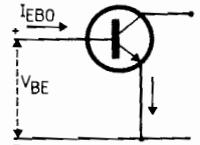

FIGURE 5
– Courant  $I_{EBO}$  (fig. 5) entre émetteur et base, collecteur non branché. Il est de l'ordre de quelques microampères.